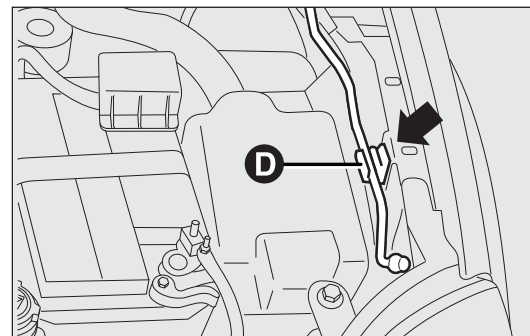
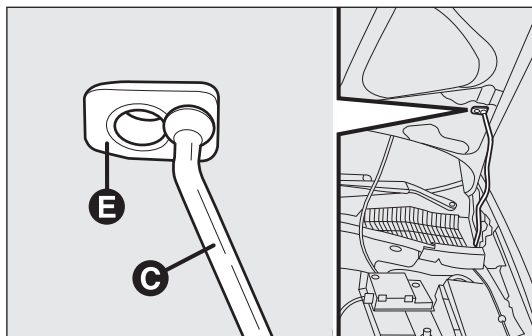

fig. 102
fig. 103
- ☐ soulever le capot et en même temps dégager la béquille de maintien D-fig. 102 de son dispositif de blocage, puis engager l'extrémité C-fig. 103 de la béquille dans l'emplacement E du capot.
- ☐ tenir le capot soulevé d'une main et de l'autre enlever la béquille C-fig. 103 du logement E et la remettre dans son dispositif de blocage D-fig. 102 ;